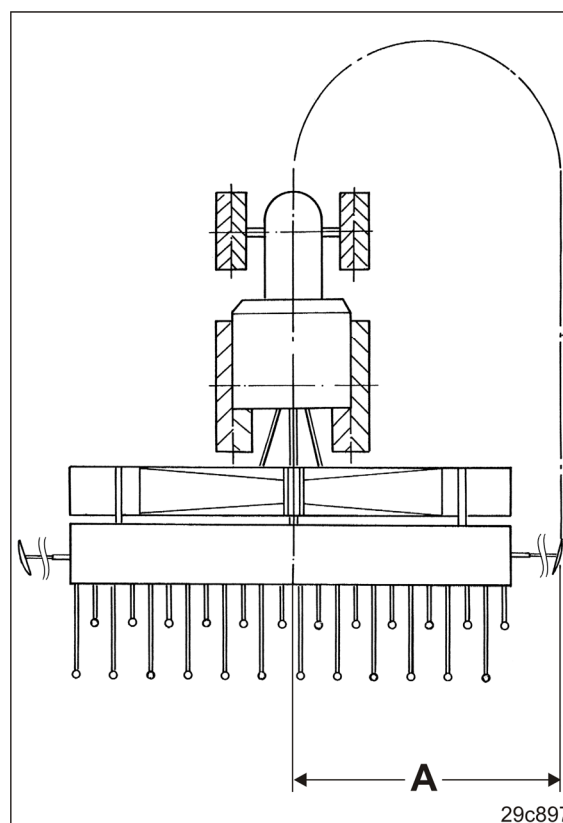

Fig. 171
- 4.4 Stille markørlengden på lengde "A" (se tabell Fig. 171).